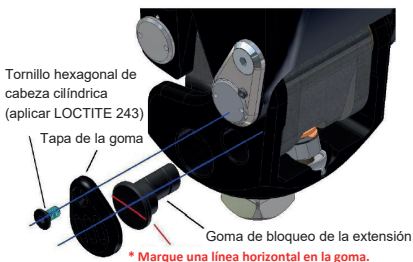

Imagen 19. Sustituir la goma de bloqueo de la extensión
3. Inserte la nueva goma de bloqueo de la extensión en la dirección mostrada en la Imagen 19. Puede insertarla fácilmente si la rodilla está en estado de flexión en el apoyo.